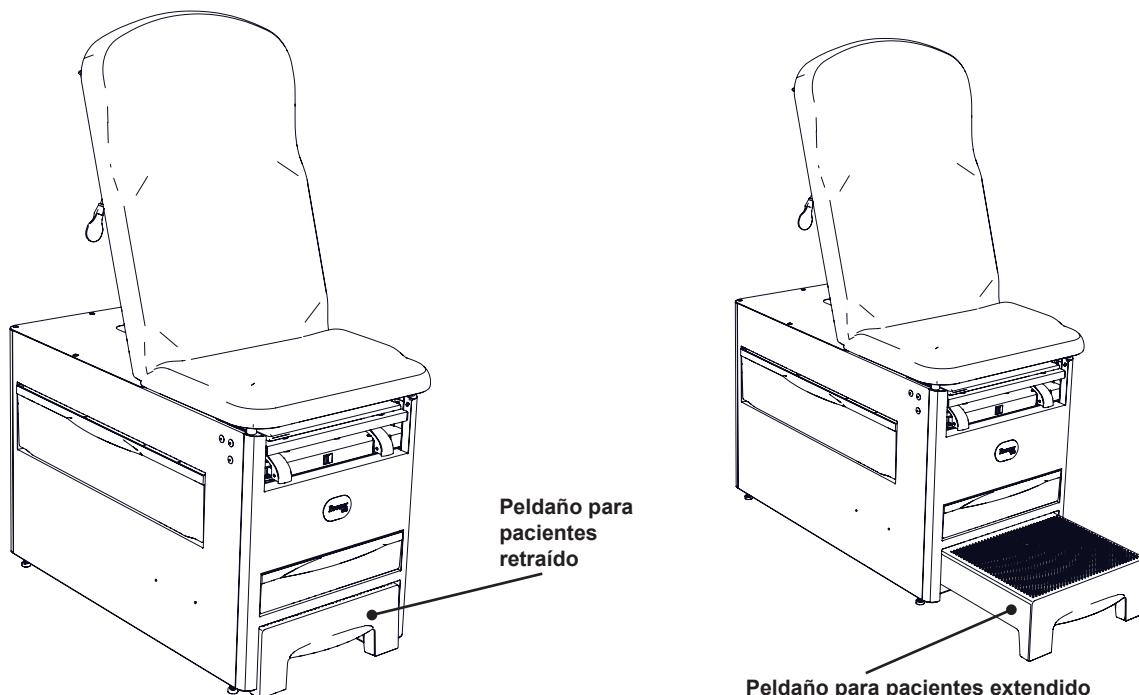

Figura 9. Operación del peldaño para pacientes
1. Coloque la mano o el pie en la abertura adelante del peldaño y suavemente levante mientras extiende completamente el peldaño para pacientes (Figura 9).